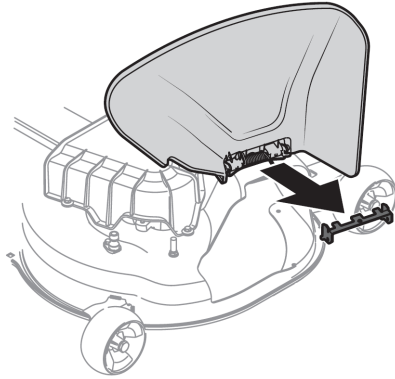

Figure 19
1. 輸送のためにシュートデフレクターを上向きに保持している可能性のある輸送用ブレースがないか、トラクターデッキを確認してください。ブレースが存在する場合は、トラクターを操作する前にブレースを取り外す必要があります。シュートデフレクターを完全に上向きに保持し、輸送用ブレースを取り外します。シュートデフレクターを下げ、輸送用ブレースを廃棄します。図19を参照。